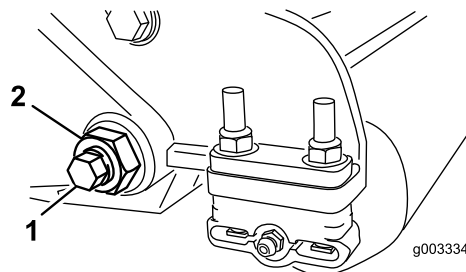

Рисунок 30
3. С каждой стороны машины ослабьте контргайку, крепящую болт планки неподвижного ножа (Рисунок 30).
4. Выверните все болты планки неподвижного ножа, чтобы можно было потянуть планку вниз и снять с машинного болта (Рисунок 30).